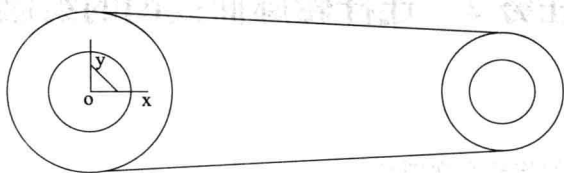

图 1.7 绘制切线
(2) 单击“直线”图标→两点线→连续→非正交，按空格键→选择切点→捕捉两圆切点，得到切线，结果如图 1.7 所示。